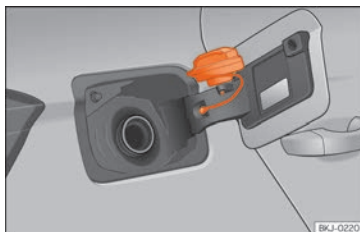

Fig. 57 Trappe à carburant avec bouchon fermé.
- Placez le bouchon dans le logement se trouvant sur la charnière de la trappe à carburant ouverte »» fig. 57.